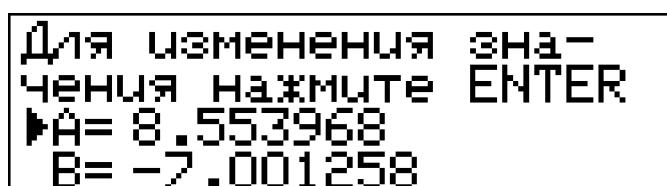

Рисунок 11 — Ввод значений коэффициентов А и В
2.10.5 Пункт меню **Коэффи-енты A и B** позволяет просмотреть и вручную изменить калибровочные коэффициенты плотномера (рисунок 11). Для изменения значения коэффициента: